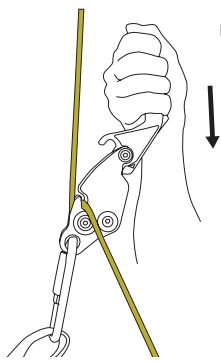

Fig. 3A
6. Inicie a descida usando o **Smartline X** fig 3A.